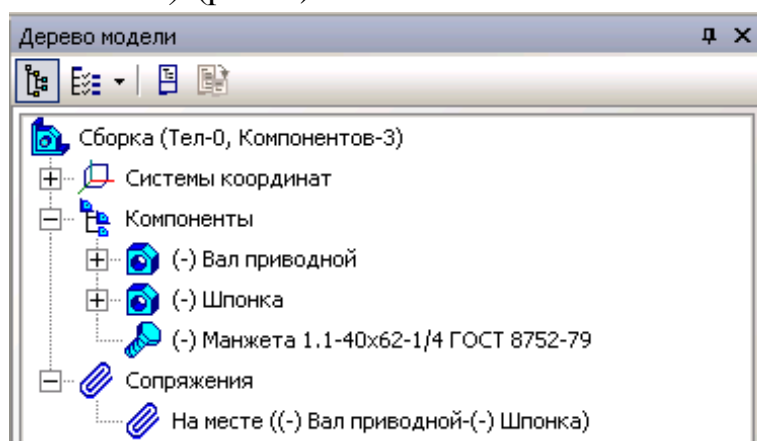

Рис. 5
13. Проверьте в Дереве построения, что в группе **Сопряжения** появилась строка *На месте (Вал\_приводной - Шпонка)* (рис. 5).